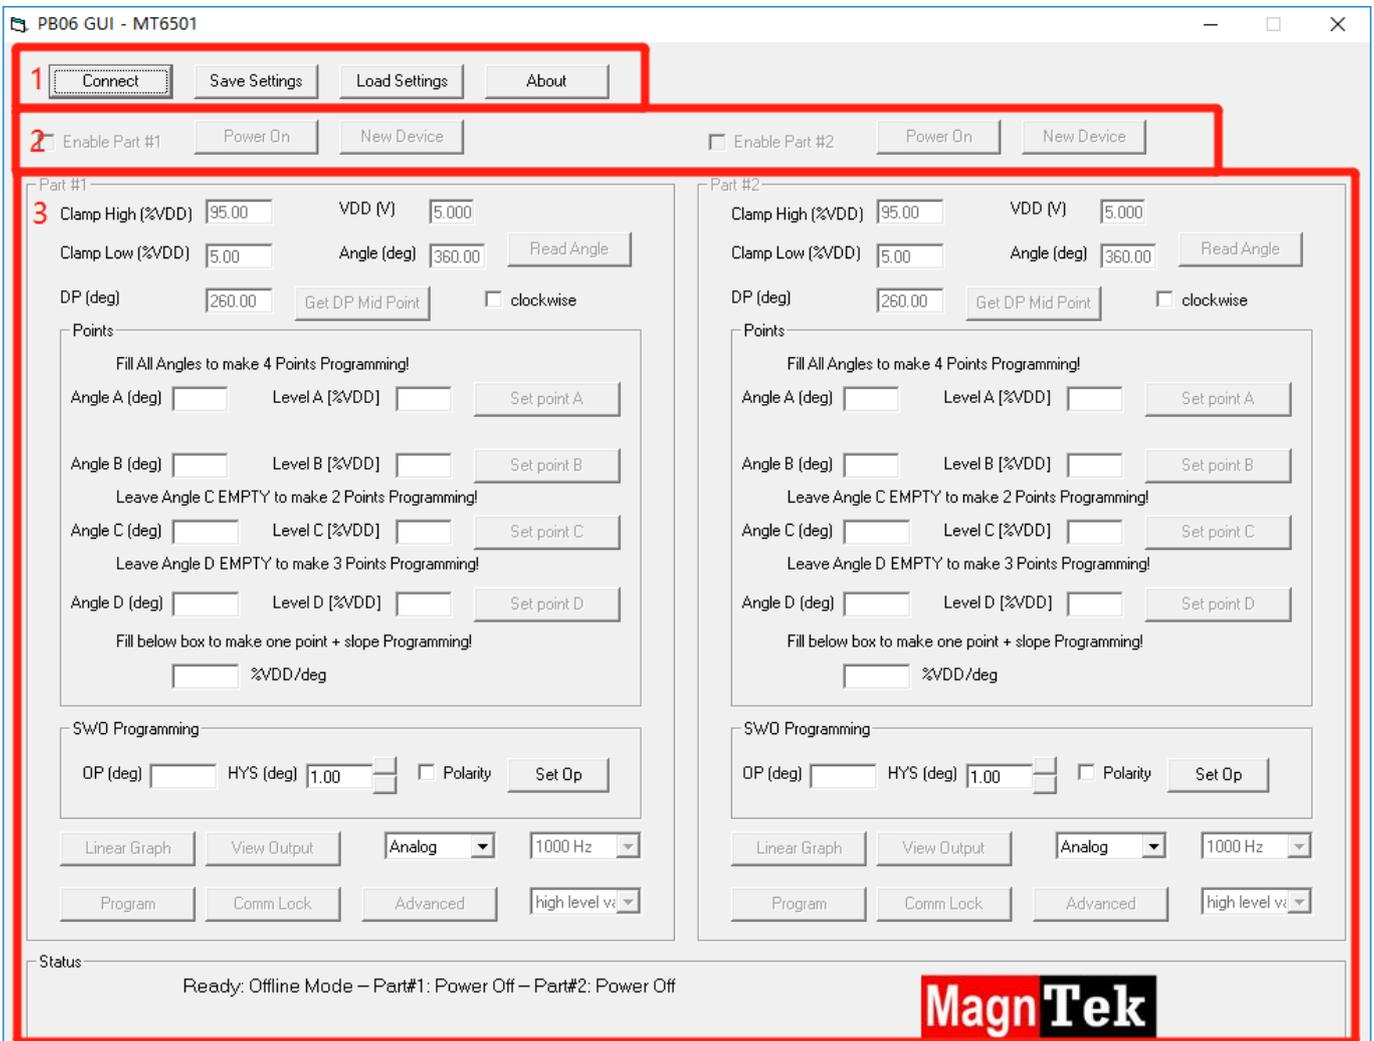

图 5.2.2 双路双电源（单路）编程界面
- 单击 Dual Parts Dual Source 按钮，进入双路单电源编程界面，图 5.2.2。